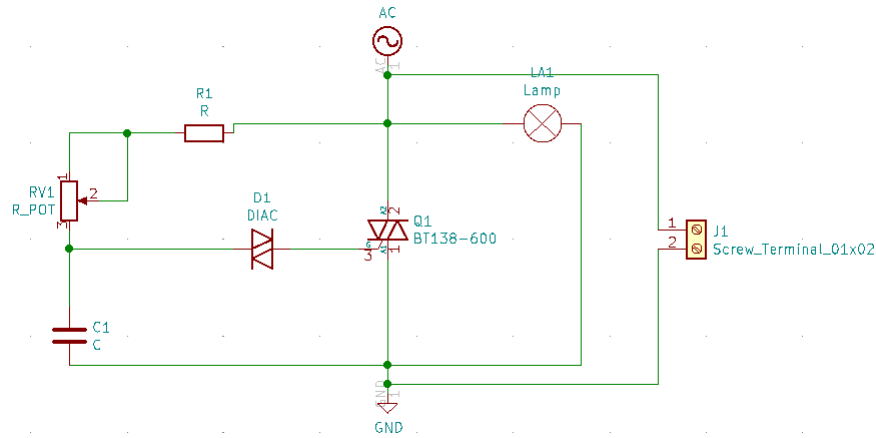
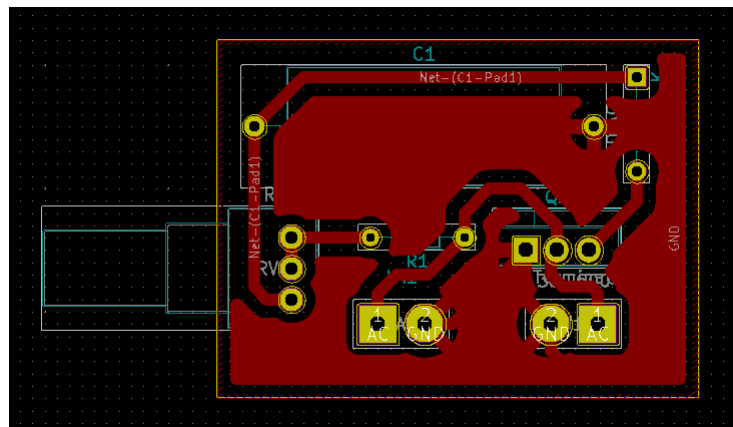

Figura 14: Esquemático armado.
Figura 15: PLC del circuito armado.
4. Luego arma en la protoboard el circuito que se muestra en la figura 14.
Ya para terminar se muestra el esquemático del circuito de control de voltaje y corriente con el tiristor en la figura 14 y respectivo PLC en la figura 15. Se agrego un block para conectar las entradas de voltaje como se muestran en el mismo diagrama.